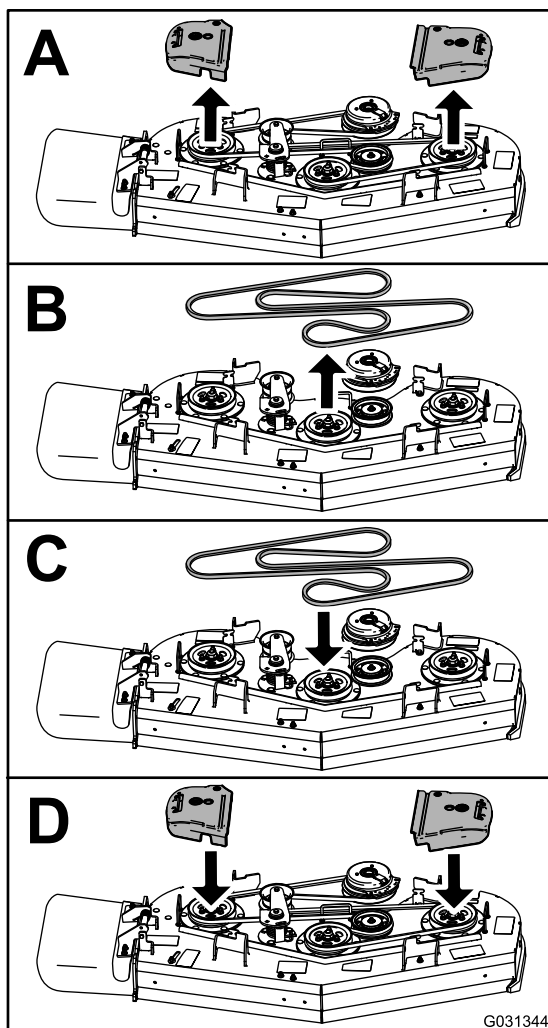

Figura 70
3. Substitua a correia como se mostra na Figura 70.